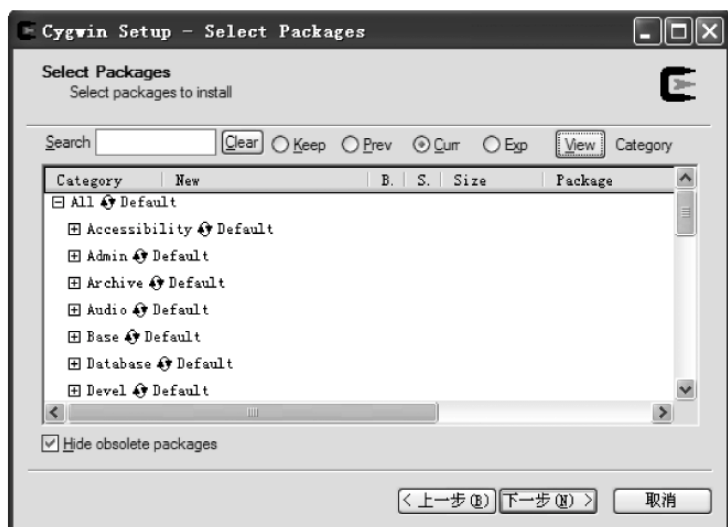

图 5.5 选择 packages
(5) 选择安装包,可以根据需要进行选择,默认即可,如图 5.5 所示。